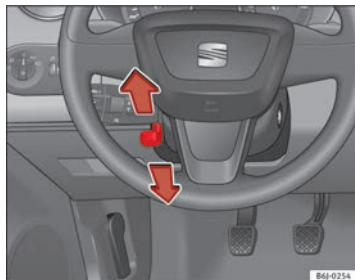

Fig. 97 Ajuste de altura del volante
- Tire hacia abajo de la palanca **⇒ fig. 97** situada debajo de la columna de dirección **⇒ ▲**.
- Ajuste el volante hasta alcanzar la posición deseada **⇒ fig. 97**.
- Ajuste el asiento del conductor o el volante de modo que quede una distancia mínima de 25 cm entre el volante y el tórax **⇒ fig. 97**. Si no respeta la distancia mínima, el airbag no le protegerá adecuadamente y corre peligro de muerte!